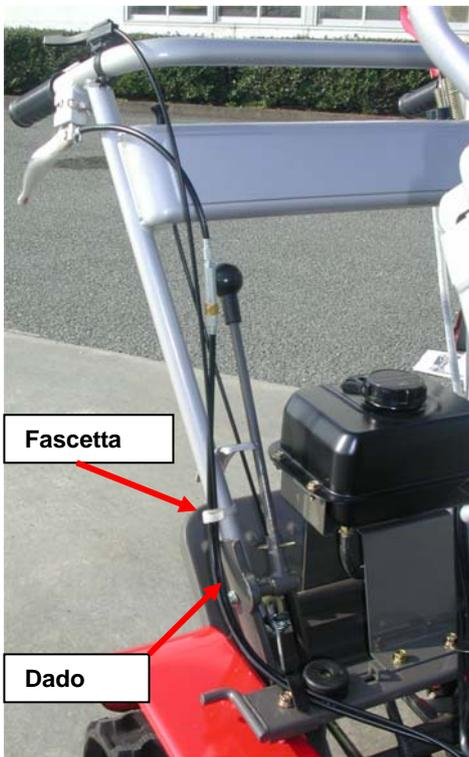

Fig 1 (lato destro)
2. Utilizzare le fascette di plastica per fissare il cavo della frizione di sterzo destra, il cavo dell'acceleratore ed il filo dell'interruttore di sicurezza al montante destro del manubrio; il cavo della frizione di sterzo sinistra, il cavo della frizione avanzamento ed il cavo del freno al montante sinistro del manubrio (fig. 1)